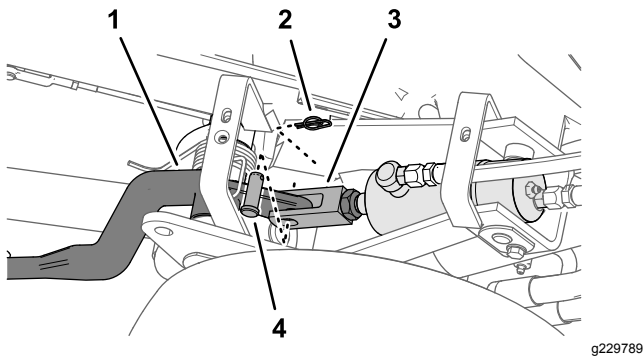
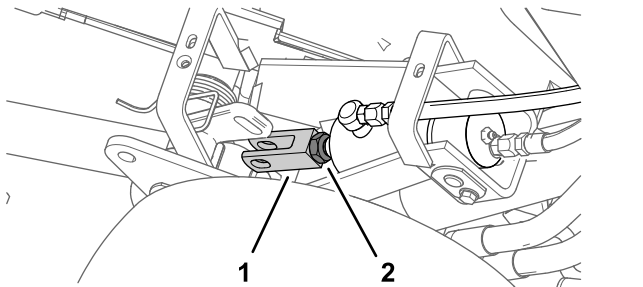

Bild 52
Bild 53
3. Lockern Sie die Klemmmutter, mit der der Lastösenbolzen am Zylinder der Schneideinheit befestigt ist, den Sie einstellen möchten (Bild 52).
- Entfernen Sie den Haltering und den Lastösenbolzen (Bild 52)
- Drehen Sie den Lastösenbolzen so lange, bis Sie die gewünschte Höhe erzielt haben (Bild 53).
- Befestigen Sie das Lastösen-Anschlussstück mit dem Lastösenbolzen und Haltering am Hubarm und ziehen Sie die Klemmmutter fest (Bild 52 und Bild 53).